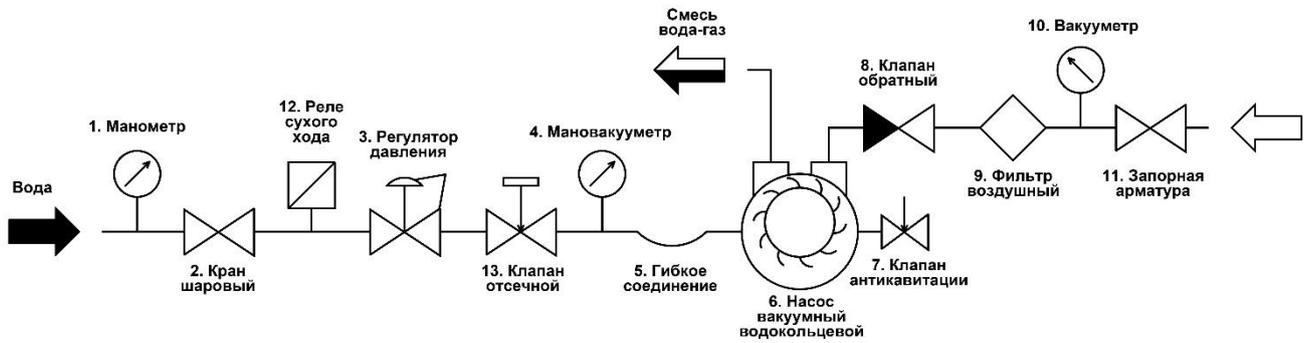

Рисунок 5.
- подключение подачи воды от центральной системы водоснабжения в автоматическом режиме (рис.5);